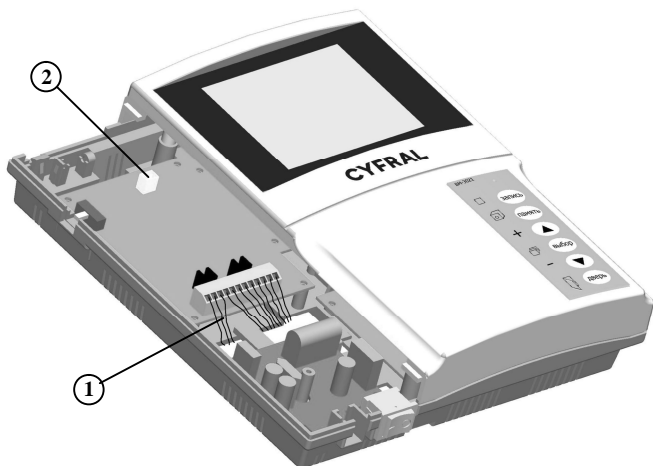

Рисунок 3
2. Отключите динамик от платы контроллера, вынув разъём из вилки 2(см.рисунок 3)
3. Заведите провода подключения внешних устройств 1 внутрь видеомонитора через пазы в основании (см. рисунок 3).